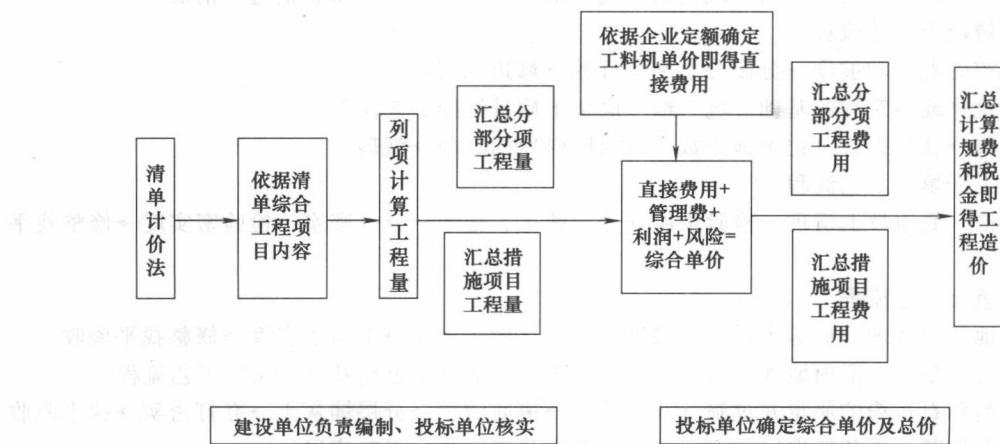

图 1-2 清单计价法编制步骤
(2) 清单计价方法编制步骤 清单计价法编制步骤见图 1-2。